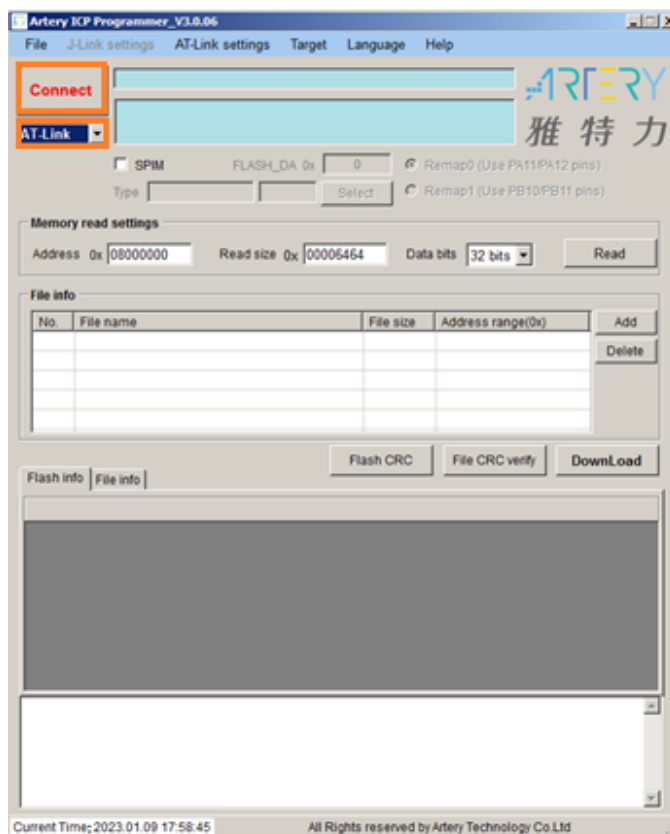

Рисунок 5.3 – Подключение
5.4.4 Нажать кнопку **Connect** (рисунок 5.3).